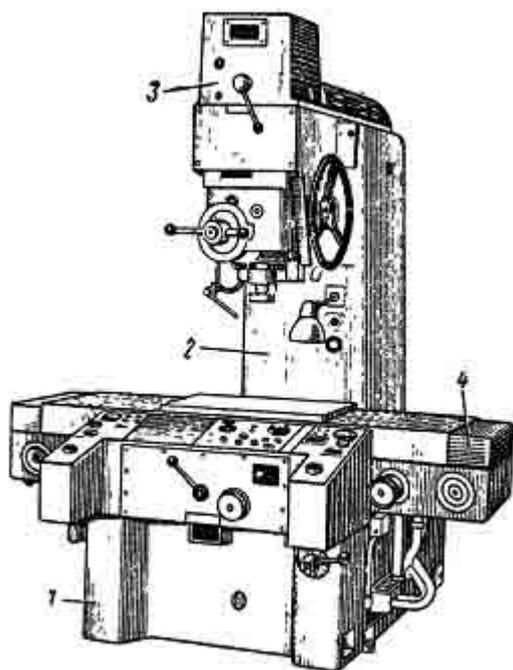

Рисунок 1 Координатно-расточной станок 2А450.
2. Перечислить основные узлы координатно-расточного станка 2А450 (см. рис. 1)